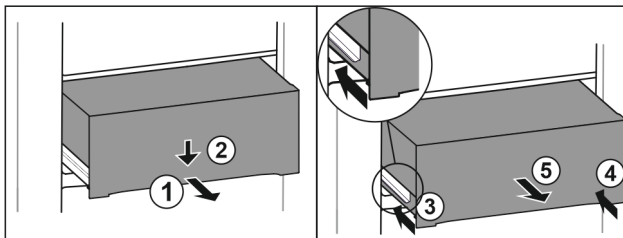

Fig. 103
- ▶ Trekk skuffen ut halvveis. Fig. 103 (1)
- ▶ Skyv skuffen foran nedover. Fig. 103 (2)
- ▶ Sett inn den venstre skinnen ca. 2 cm. Fig. 103 (3)
- ▶ Sett inn den høyre skinnen ca. 2 cm. Fig. 103 (4)
- ▶ Ta ut skuffen framover. Fig. 103 (5)